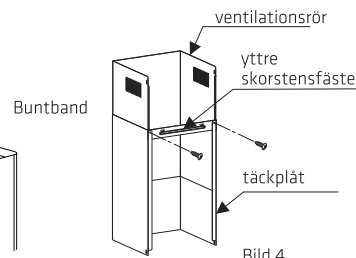

Bild 4
- Montera det yttre skorstensfästet på den yttre skorstenen med 2 st ST4*8 mm-skruvar, se till att den inre skorstenen kan böjas fritt på insidan. Se bild 4.